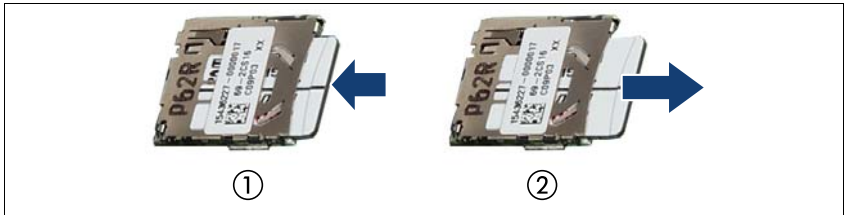

図 190: microSD カードの取り外し
- ▶ 故障した microSD カードを取り出すために、ゆっくり押し込んで、離します（図 190 を参照）。